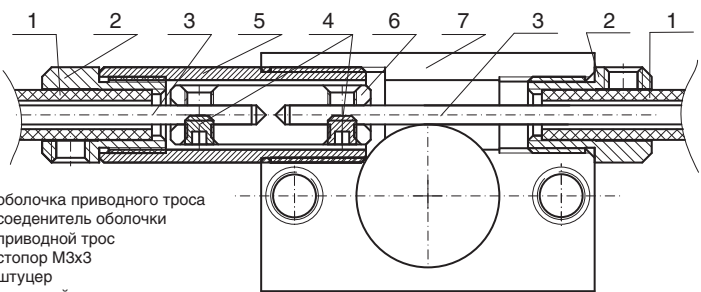
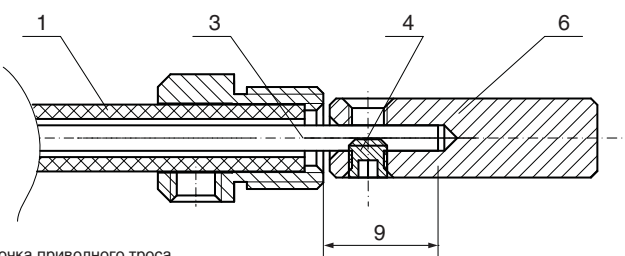

рис. 5
рис. 7
3. Собрать замковый механизм согласно рис.1, при необходимости уменьшив длину оболочки приводного троса (см. рис. 7).
3. Собрать замок согласно рис. 3, при необходимости уменьшив длину оболочки приводного троса (см. рис. 7).
- Собрать второй замок согласно рис. 3, при необходимости уменьшив длину оболочки приводного троса (см. рис. 7).
- Собрать первый замок согласно рис. 5, при необходимости уменьшив длину оболочки приводного троса (см. рис. 7).